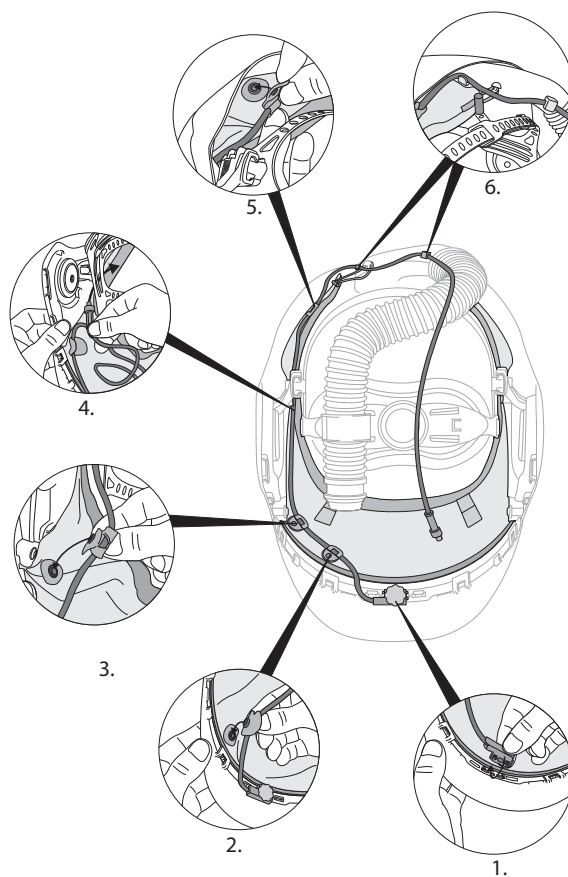

Fig. 31b
- iii. Continuer à longer le câble entre le masque de soudeur et la coiffe en le fixant à l'arrière du masque de soudeur, puis finalement en l'accrochant autour de la boucle de retenue également à l'arrière du masque (Fig. 31b).